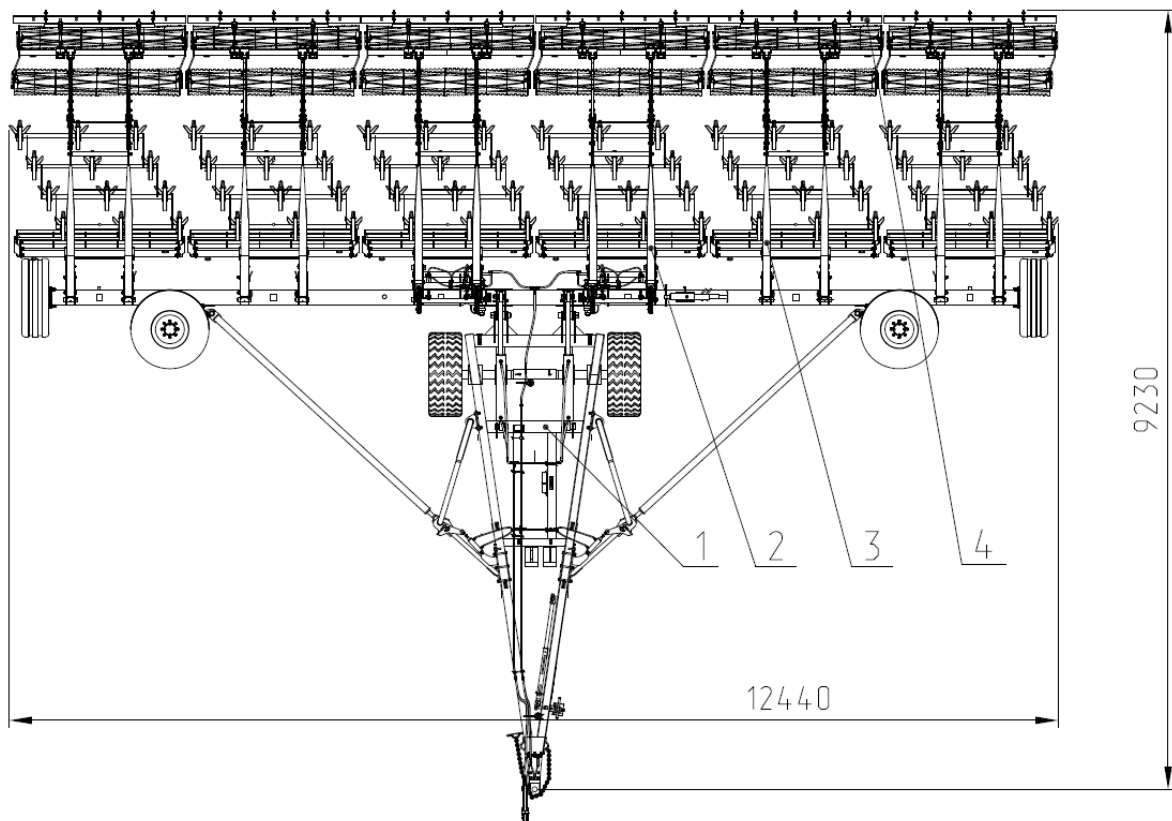

Рис.1 Культиватор КБП12-4 К1
2.1 Культиватор (рис.1,2) состоит из носителя 1, секций в сборе 2 и 3, и планчатого выравнивателя 4.